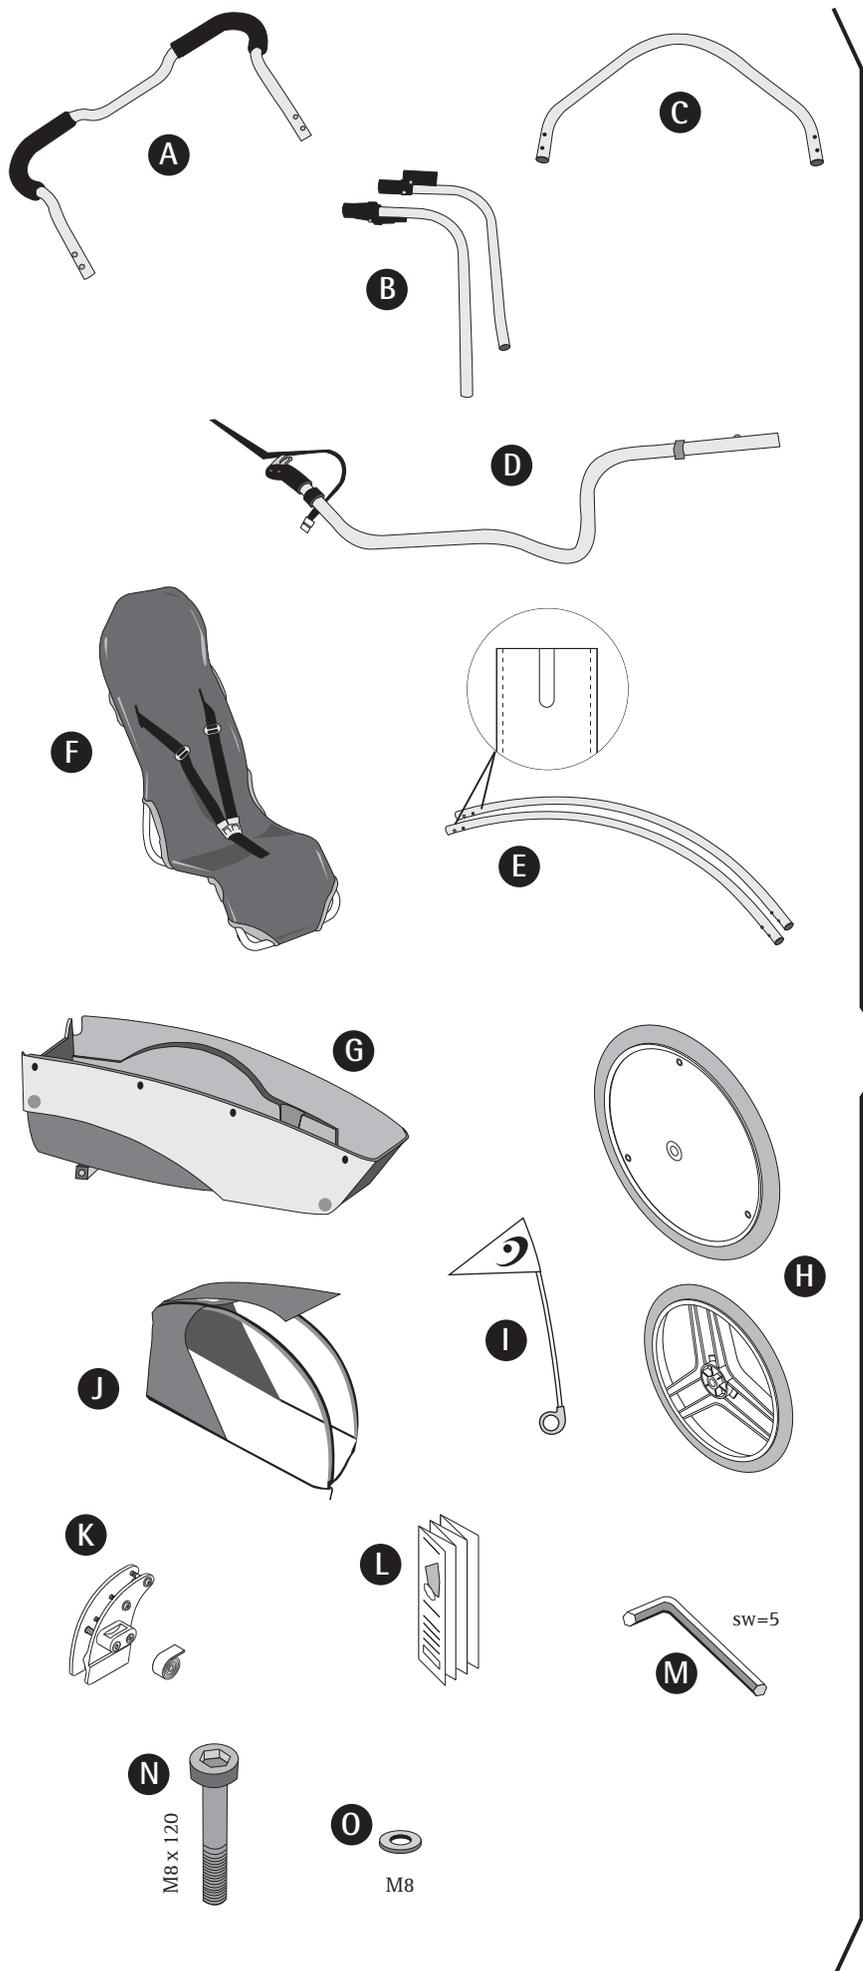

Abb. 1
Lieferumfang (Abb. 1)
- 1 Bereiten Sie das Dach (J) wie abgebildet vor und öffnen Sie die Reissverschlüsse. Nehmen Sie danach die Dachbögen (E) und führen in die auf der Innenseite dafür vorgesehenen Textilschläuche ein. Die eingefräste Kerbe am Dachbogenrohr muss unbedingt oben sein. (Abb. 1)
- 2 Schieben Sie nun die Enden des Dachbogens in das dafür vorgesehene Ende des Dachverbinders, welcher sich an der vormontierten Dachstrebe (C) und den Heckverstrebrungen (B) befindet. Lassen Sie die Snap-Buttons einrasten.